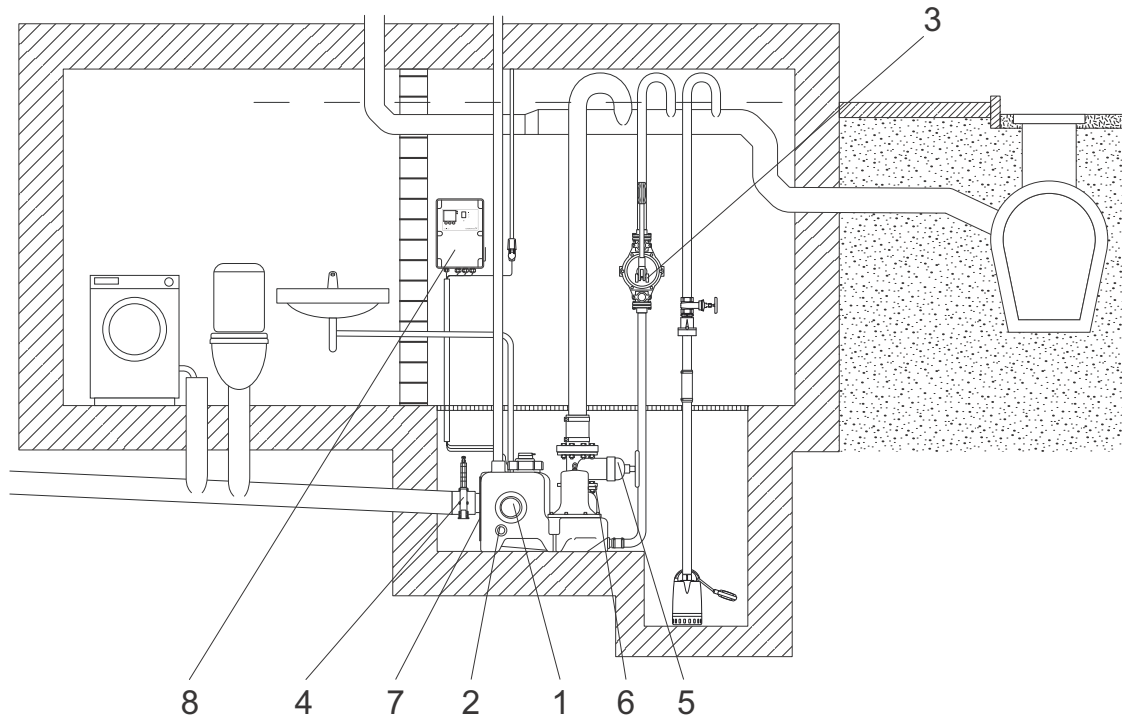

Abb. 15 Einbauskizze
- Unterhalb der Aufstellungshöhe ist ein Pumpensumpf (eine Vertiefung) vorzusehen. Wird die Hebeanlage Multilift M in einem Keller aufgestellt, bei dem die Gefahr besteht, dass Grundwasser eindringt, wird die Installation einer Entwässerungspumpe in einem separaten Pumpensumpf unterhalb der Aufstellungsebene empfohlen. In einigen Ländern ist die Installation einer Entwässerungspumpe sogar vorgeschrieben. Siehe Abb. 15.
- Alle Druckleitungen der Hebeanlage, Handmembranpumpe und Entwässerungspumpe müssen mit einer Schleife über die Rückstauenebene geführt werden. Der höchste Punkt der Schleife oder des Siphons muss sich oberhalb der Straßenebene bzw. Rückstauenebene befinden. Siehe Abb. 15.